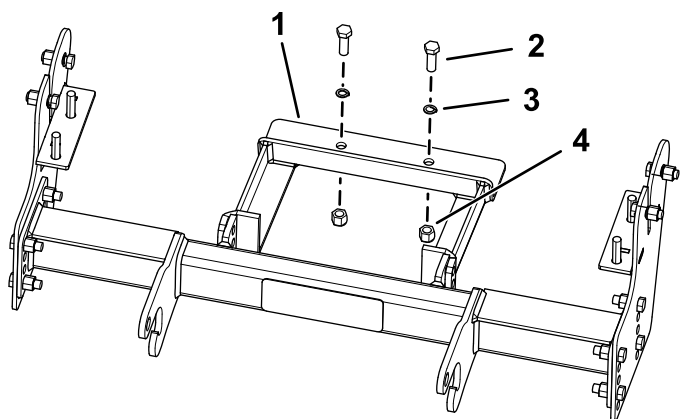

Figure 3
5. Fixez l'arrière de la plaque de protection au cadre du véhicule à l'aide de 2 boulons ($\frac{1}{2} \times 1\frac{1}{2}$ po), 2 rondelles fendues et 2 écrous entièrement filetés ($\frac{1}{2}$ po), comme montré à la Figure 3.